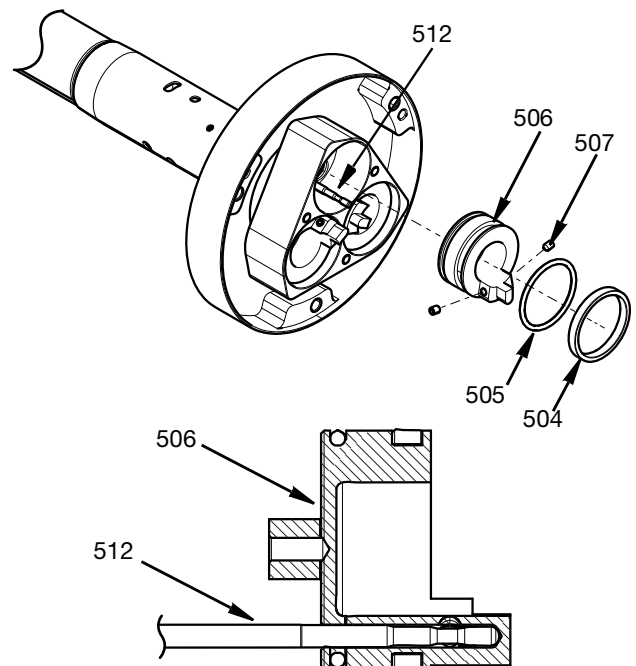

FIG. 31
- a. Smörj o-ringarna (505) och styrningarna (504) med syntetiskt fett.
- c. Sätt in kolvarna i cylinderhuset (509) medan du passar in stångens avstängningsventilhål mot stångavstängningsventilen (512).
- d. Skjut ihop kolvarna och stångavstängningsventilen så att stångavstängningsventilerna bottnar ut i kolvhålet. Se FIG. 31.
- e. Stryk på gänglås (Loctite™ 242 Blue eller motsvarande) på de två M4-skruvarna (507) och dra åt så att kolven och stångavstängningsventilen låses samman. Dra åt till moment till 3,3 N•m (29,2 in-lbs).
- f. Kontrollera avstängningsventilen och kolven kan röra sig jämnt utan att kärva. Se FIG. 31.